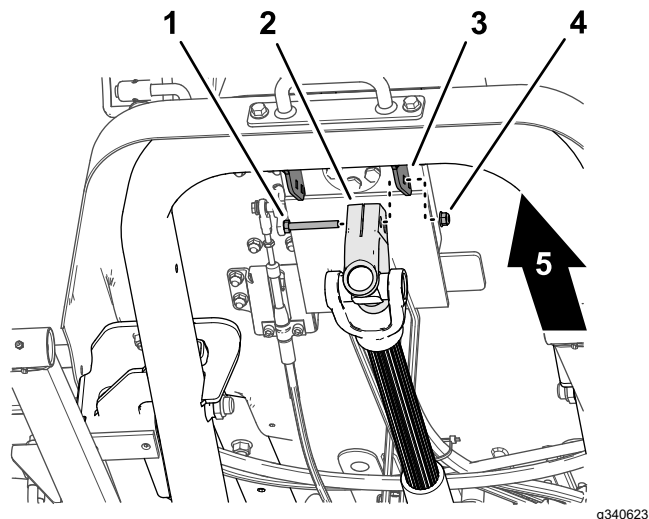

Figura 14
1. Mientras sostiene el árbol de transmisión, retire el tornillo de caperuza y la contratuerca que fijan la horquilla del árbol de transmisión al soporte de montaje de la válvula de dirección (Figura 14), y baje con cuidado el árbol de transmisión.